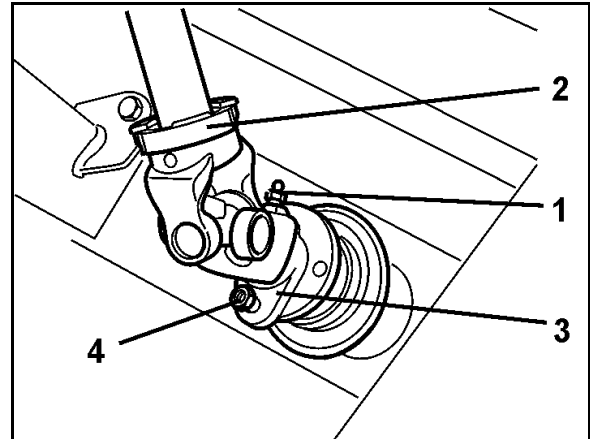

図 83
1. プロペラシャフトの接続ヨーク (図 83/2) にある円錐形グリースニップル (図 83/1) を外します。
2. プロペラシャフトのヨークフランジ (図 83/3) とギアボックス入力軸のフランジの間のせん断ボルト (図 83/4) を取り外します。